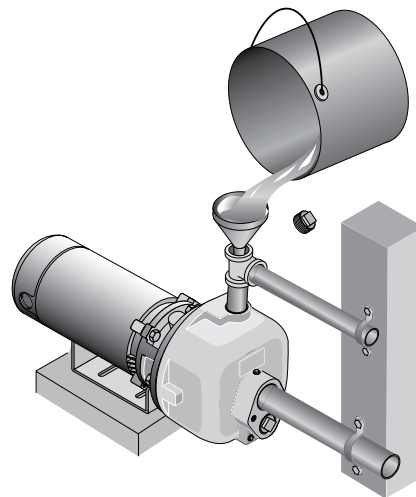

Figura 4: Llene la bomba antes de comenzar
Paso 3. Llene la bomba y el tubo de succión con agua (figura 4).